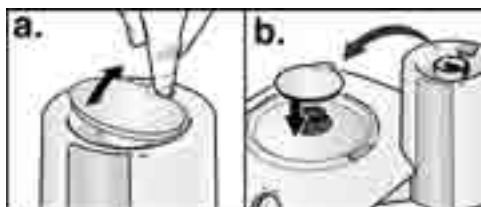

Figura 12
3. Si aún no lo hizo, cambie la cubierta del acoplamiento a aquél de elevado torque. Ver figura 12